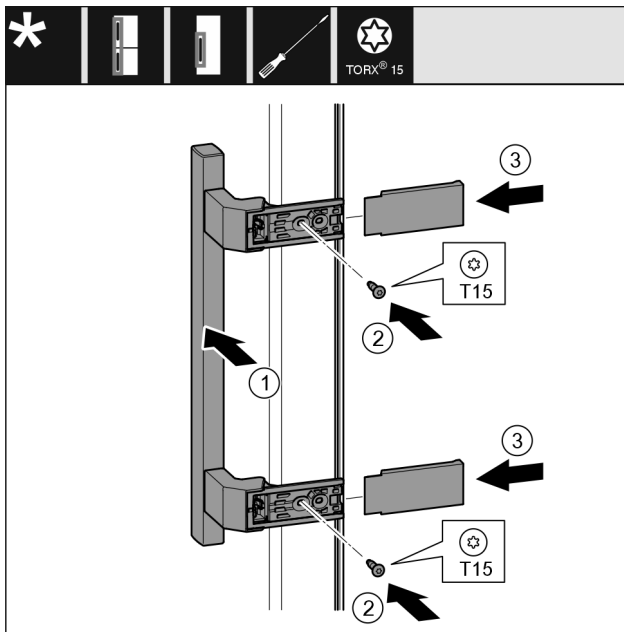

Fig. 20
- ▶ Встановіть ручку Fig. 20 (1) з протилежного боку.
- ▶ За допомогою викрутки закрутіть гвинти Fig. 20 (2).
- ▶ Встановіть кришки Fig. 20 (3) збоку та посуňte їх.